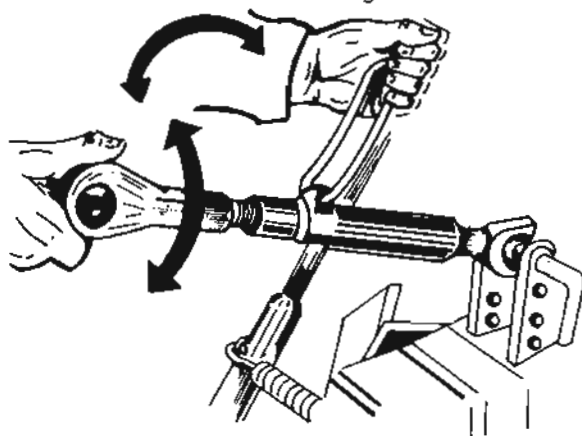

Fig. 5
- g Gradúe el brazo superior hasta que coincida con el punto superior del apero (fig.5).